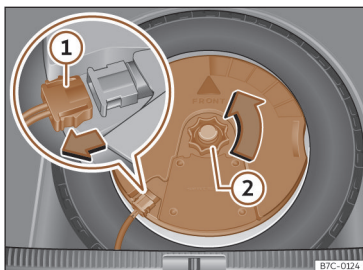

Fig. 245 Na bagageira: desmontar o subwoofer.
- Desligue o cabo do altifalante subwoofer >>> **Fig. 245 ①.**
- Rode a rodinha de fixação no sentido contrário ao dos ponteiros do relógio >>> **Fig. 245 ②.**